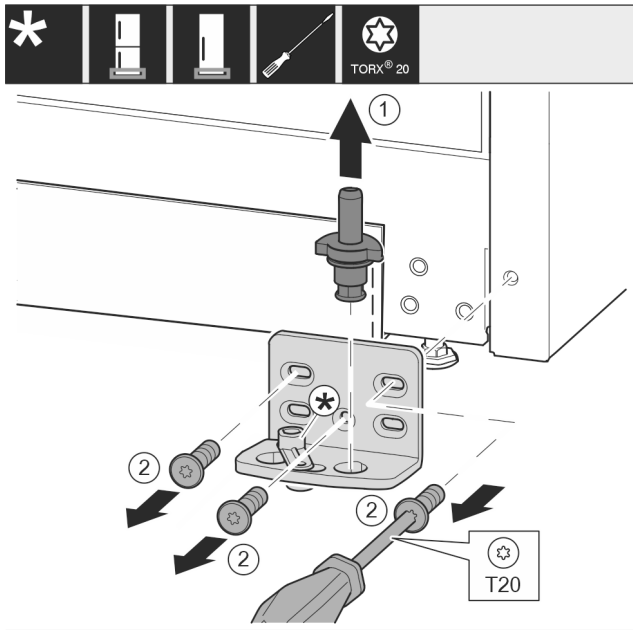

Fig. 13
- Pilnīgi izvelciet ārā uz augšu gultņa tapu Fig. 13 (1).
- Ar skrūvgriezi izskrūvējiet skrūves Fig. 13 (2) un noņemiet gultņa balstu.